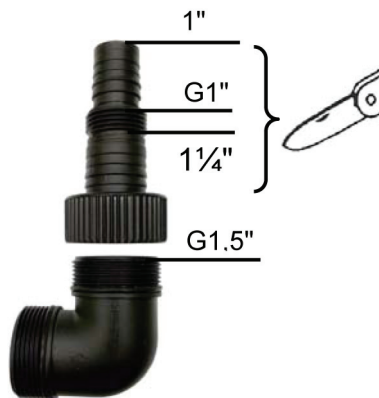

Рис. 2
2. Подсоедините к напорному патрубку насоса напорный шланг (магистраль). Выберите необходимый присоединительный диаметр универсального патрубку, соответствующий внутреннему диаметру шланга. Часть патрубку, находящаяся выше нужного нам соединения отрезается ножом (Рис. 2). Шланг фиксируется на патрубку зажимным хомутом. При подсоединении резьбового соединения часть патрубку, находящаяся выше нужного нам соединения также отрезается ножом.